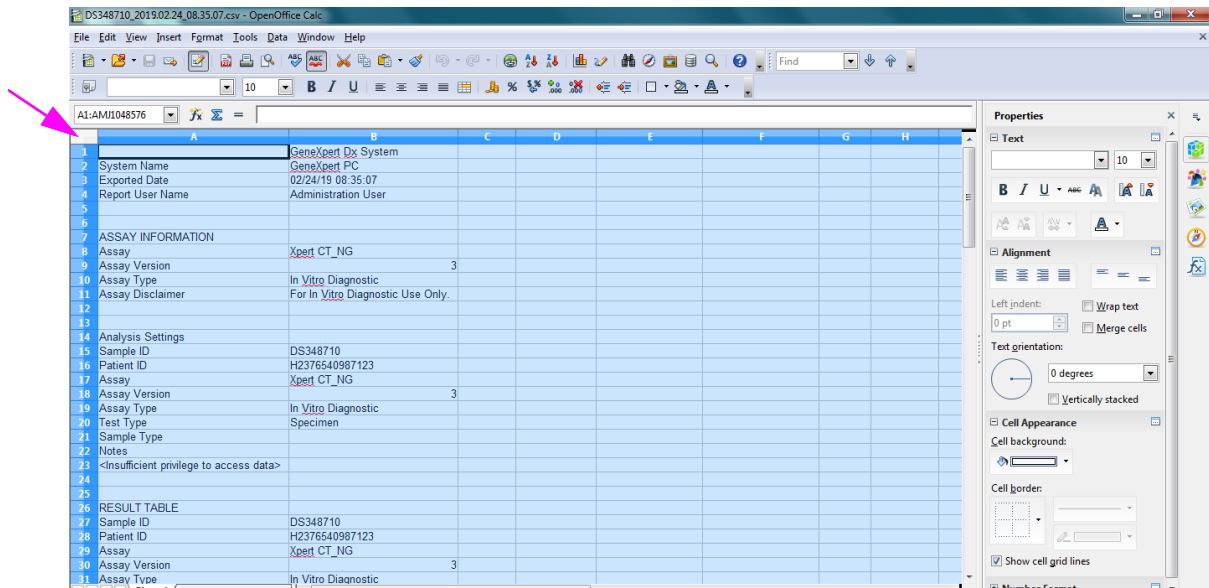

Figure D-5. Toutes les cases sont sélectionnées
6. Une fois les sélections effectuées, cliquez sur **OK**. Le fichier .csv s'affiche. Consultez la Figure D-5.
7. Une fois le fichier ouvert, cliquez sur le coin supérieur gauche du tableur pour sélectionner toutes les cases, comme illustré dans la Figure D-5.